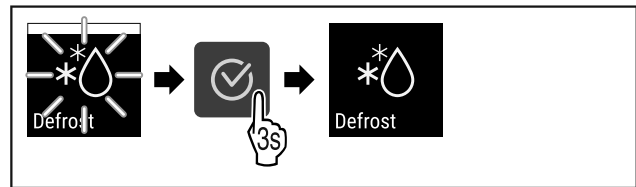

Fig. 87
- ▶ Провести етапи операцій (див. Fig. 87) .